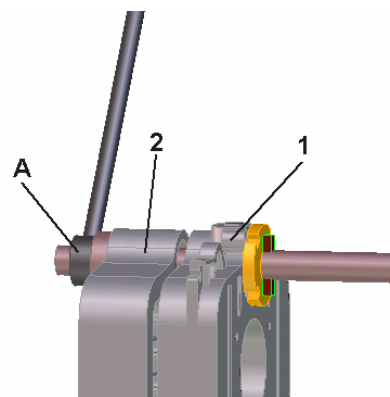

Рис. 7
8. Вверните зажим (А) в отверстие на двухконусном патрубке и слегка затяните его (Рис.7).